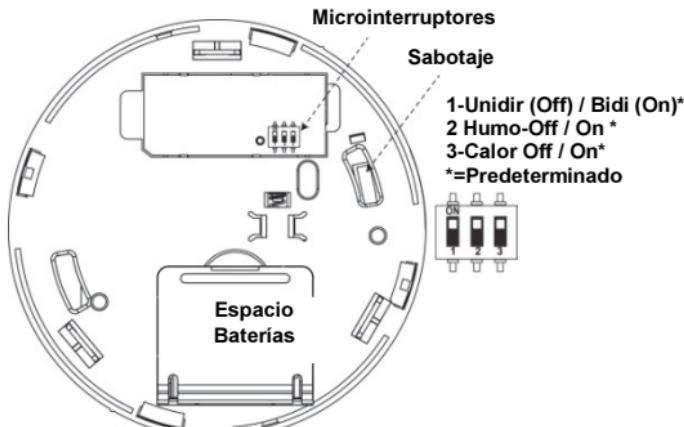

Figura 8: Compartimento de pilas / Tamper
3. Abra la tapa del compartimento de las pilas (ver Figura 8).